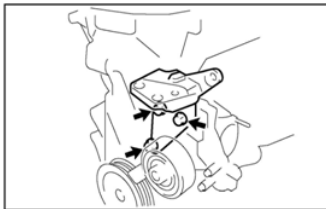

Рисунок II-75
6. Отверните 3 болта и снимите правую подвеску двигателя (см. Рисунок II-75).